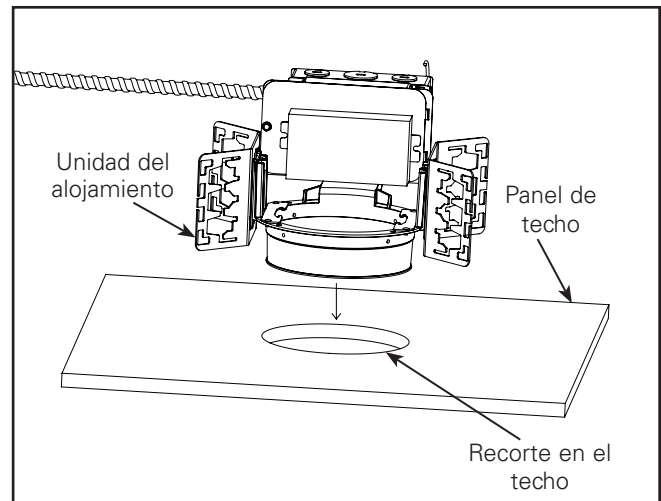

Figura 4
Paso 3: Instale el alojamiento del luminario (área oculta) con el anillo prefabricado montado en la cavidad del techo según se indica en las instrucciones de instalación proporcionadas con el alojamiento. Ver figura 4.